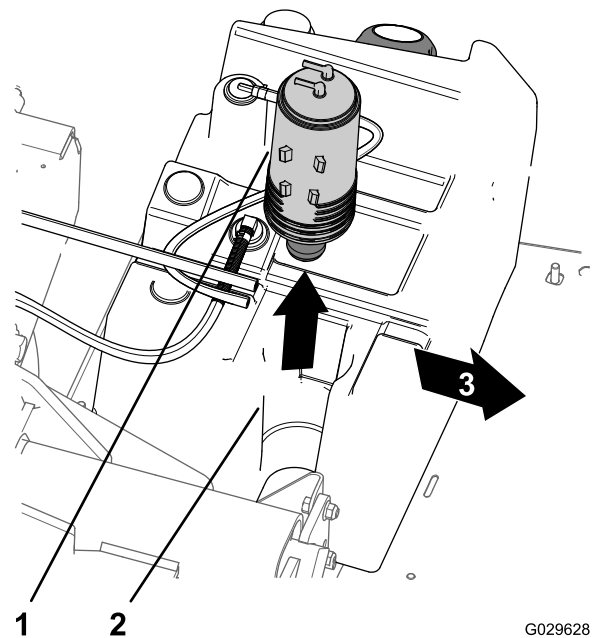

図 54
- 燃料タンクのマウントからカーボンキャニスタを取り出す 図 54。
- 新しいカーボンキャニスタを、燃料タンクのマウントに取り付ける二つのフィッティング Purge と Fuel tank を後ろに向けて取り付ける 図 54。